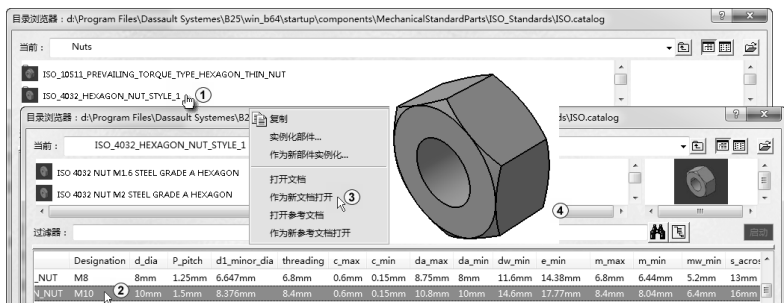

图 3-52 调出 Nuts
双击“ISO_4032_HEXAGON_NUT_STYLE_1”，右击 M10，从弹出的快捷菜单中选择“作为新文档打开”命令，在工作区出现螺母的模型，如图 3-52 中①～④所示。